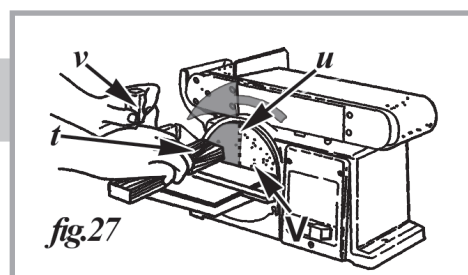

fig.27
REMARQUE: Utilisation du guide d'onglet (v, fig.27) est recommandé pour cette opération.
1. Toujours sablez extrémité extérieur de la pièce à usiner (t, fig.27) sur le disque (V, fig.27), en gardant le côté gauche du centre du disque de ponçage (u, fig.27), comme illustré. Toujours déplacer le travail sur le côté gauche de la disque comme indiqué.